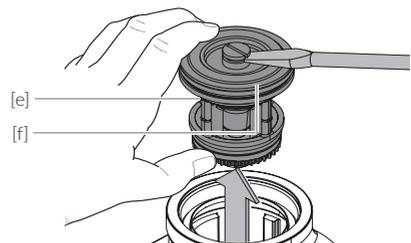

Abb. 9.8
- / Abb. 9.8: Kartusche [e] mit dem Gleitring [f] entnehmen